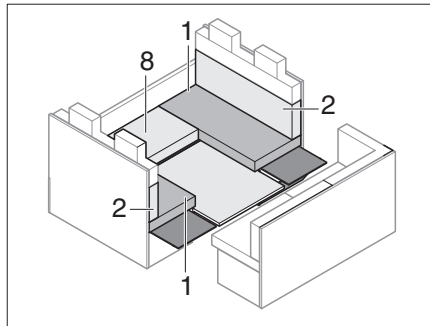

Fig. 192 Durante la transformación
- Quitar el cojín del asiento (Fig. 192,8) y la subestructura.